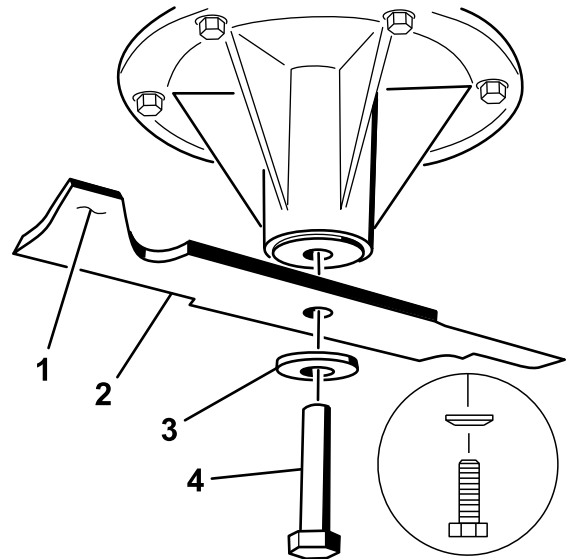

Figure 80
2. Enlevez de l'axe, le boulon, la rondelle bombée et la lame (Figure 80).
déséquilibrée, limez un peu l'extrémité de la partie relevée seulement (Figure 80). Répétez la procédure jusqu'à ce que la lame soit équilibrée.